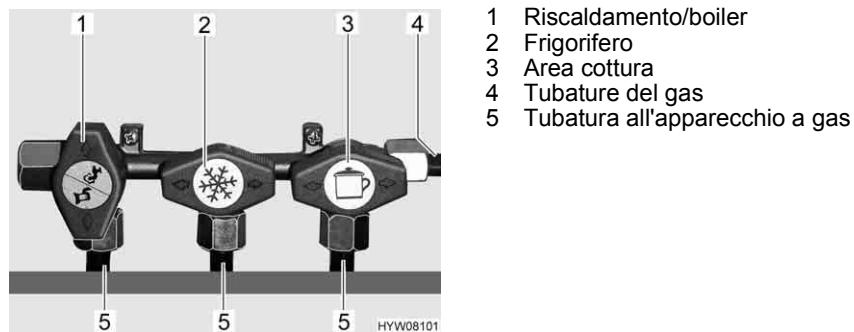

Fig. 36 Simboli dei rubinetti di arresto del gas
Nel veicolo, tutti gli apparecchi del gas sono dotati di un rubinetto di arresto del gas (Fig. 36).
- Posizionare il rubinetto di arresto del gas dell'apparecchio a gas corrispondente parallelamente (Fig. 36,1) alla tubatura (Fig. 36,5) che alimenta l'apparecchio a gas.
- Posizionare il rubinetto di arresto del gas dell'apparecchio a gas corrispondente trasversalmente (Fig. 36,2 e 3) alla tubatura (Fig. 36,5) che alimenta l'apparecchio a gas.